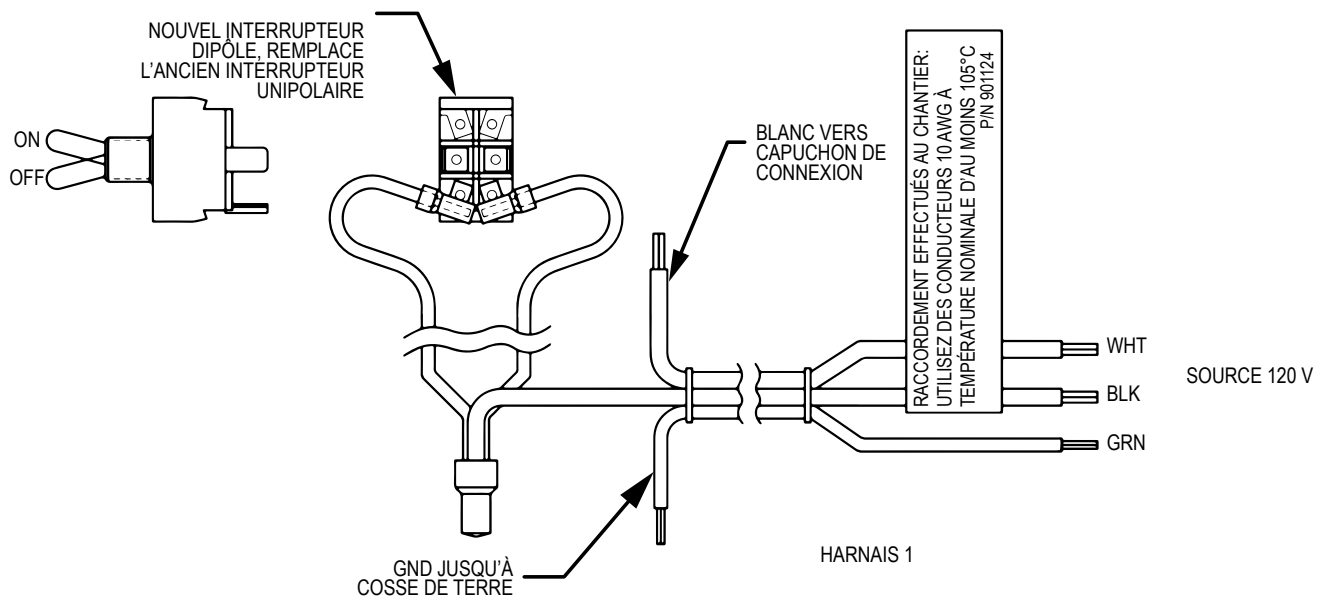

Figure 5. Harnaï 1, modèles 0514 à 1826
7. À l'intérieur de la boîte de jonction, remplacez l'interrupteur d'alimentation principale par le nouvel interrupteur à 2 pôles fourni. Connectez les fils du HARNAIS 1, qui transmet l'alimentation 120V, aux bornes COM de l'interrupteur à 2 pôles, voir **Figure 5**.
7. À l'intérieur de la boîte de jonction, remplacez l'interrupteur d'alimentation principale par le nouvel interrupteur à 2 pôles fourni. Connectez les fils du HARNAIS 1, qui transmet l'alimentation 120V, aux bornes COM de l'interrupteur à 2 pôles. Reportez-vous à l'illustration du HARNAIS 1, à la **Figure 5**.